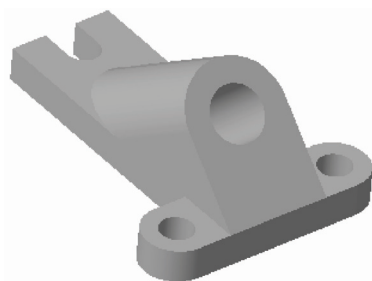

图 5-79 打开模型文件
STEP 01 单击快速访问工具栏中的“打开”按钮，打开模型文件，如图 5-79 所示。